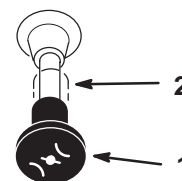

Figure 11
7. Lorsque le moteur a démarré, amenez progressivement la manette de starter en position hors service (Fig. 11). Si le moteur cale ou hésite, ramenez la manette de starter à la position en service pendant quelques secondes. Réglez ensuite la manette d'accélérateur à la position voulue. Répétez l'opération si nécessaire.